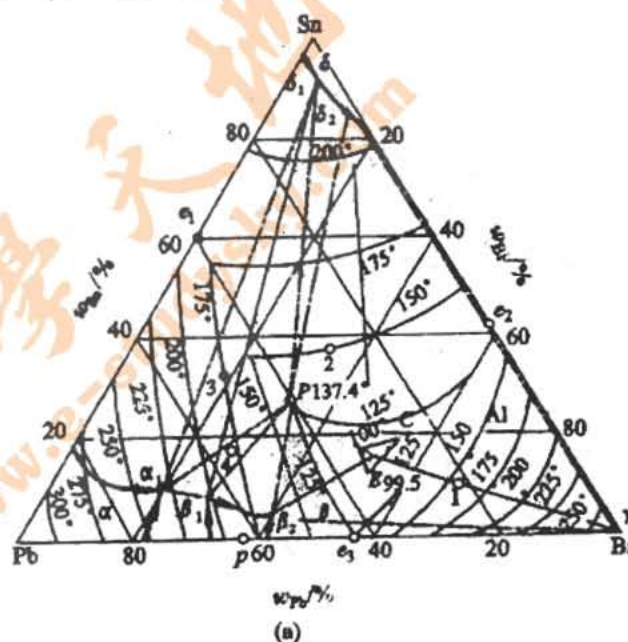

图 2
- 2、参照如图 2 所示相图，写出四相反应；分析 3 合金结晶过程。(10 分)